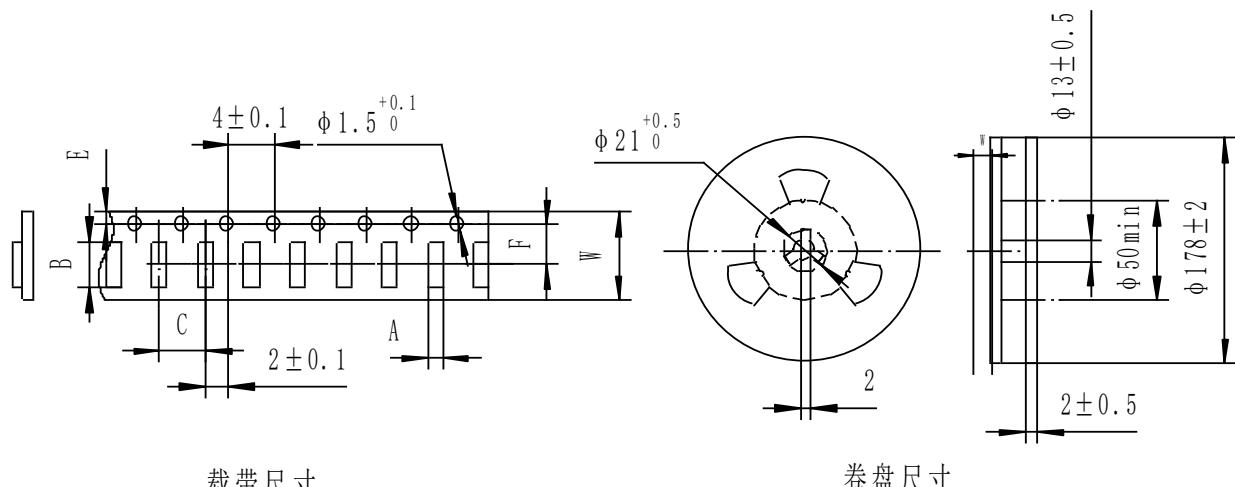
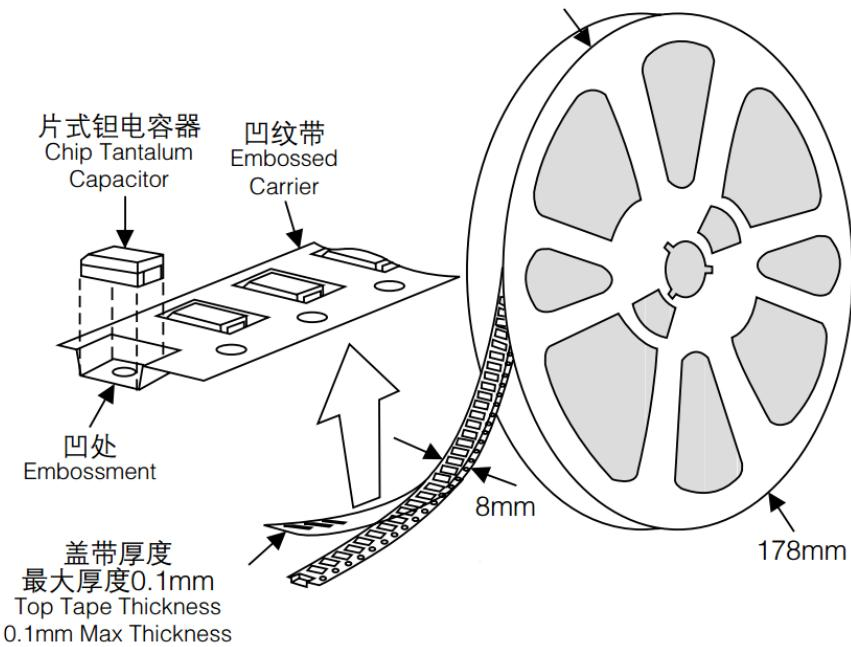

图 3 编带尺寸
图 4
7.1 产品编带的尺寸及卷绕方向: 见图 3、图 4、表 4、表 5。